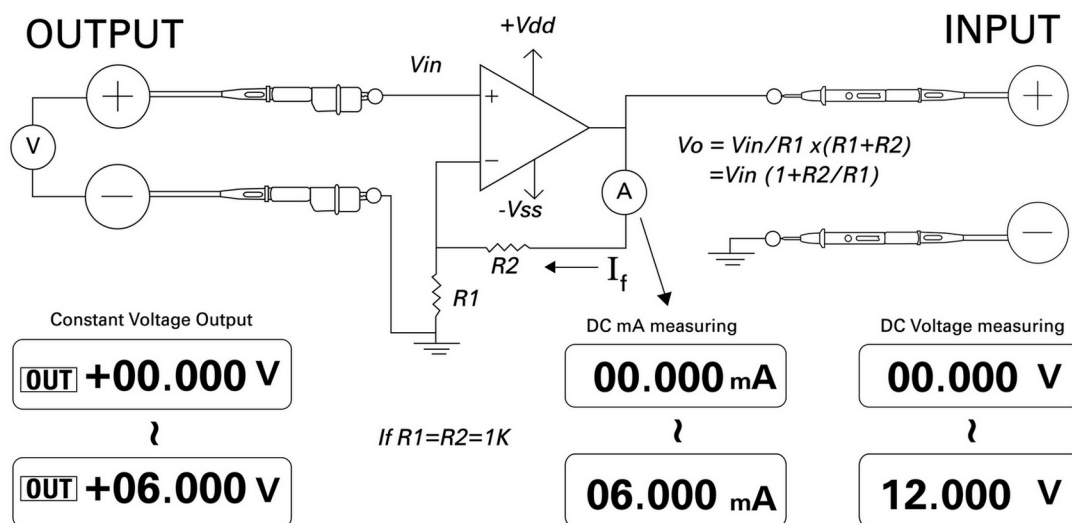

図 5-14 電圧／電流コンバータ
差動入力電圧をゼロに維持すると、図 5-14 に示されているオペアンプは、 $I = V_{in}/R1$  の電流がフィードバック経路の R2 負荷を通して流れるようにします。この電流は負荷とは関係ありません。
- 5 図 5-14 に示されているように、オペアンプを接続します。
- 8 別の方法として、ロータリ・スイッチを  $\approx mA / \text{Ⓢ}$  位置に設定し、**A** の代わりに入力プロブ・リードを接続することもできます (図 5-14 を参照)。測定電流がオペアンプへの入力電圧と比例していることがわかります。